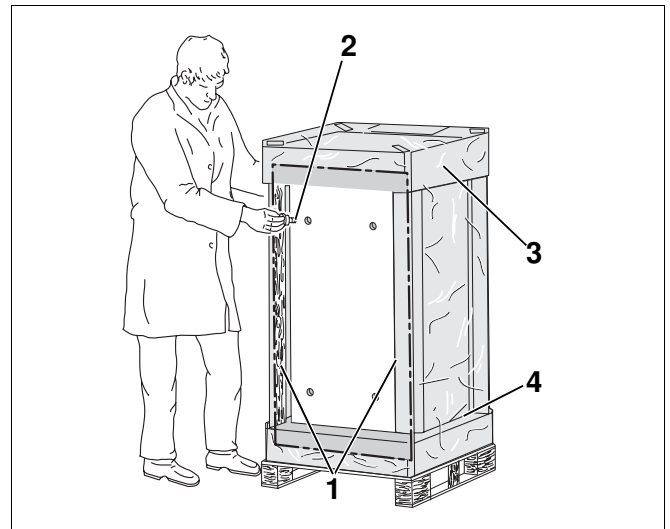

Рис. 3 Вырезать упаковочную пленку и вернуть опорные болты
- Вырезать упаковочную пленку на стороне, противоположной наклейке "Speicheroberseite" ("Верх бака") (рис. 3).
- Ввернуть 4 опорных болта, (рис. 3, **поз. 2**) входящих в поставку отопительного котла, на 15 – 25 мм.
- Удалить обе деревянных угловых планки (рис. 3, **поз. 1**) на нижней стороне бака-водонагревателя.